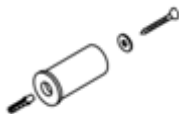

Fig. 3
4. Coloque os suportes na parede com maior diâmetro ( $\varnothing 26$ ) (como se mostra na figura) com os 4 parafusos para as buchas de 8 mm e as 4 arruelas correspondentes (Fig. 3).